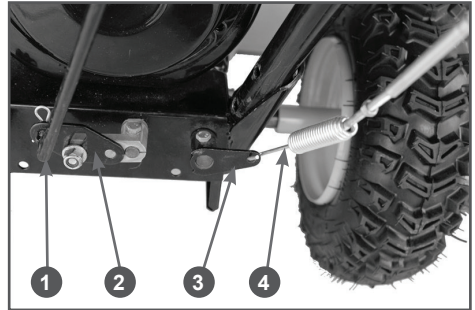

Рис. 7 Установка тяги переключения передач и троса включения шнеков
- Установите тягу 1 от рычага переключения передач в кронштейн 2 оси переключения передач и зафиксируйте ее шплинтом (Рис. 7). Соедините пружину 4 троса включения шнеков с кронштейном 3 оси включения шнеков (Рис. 7).